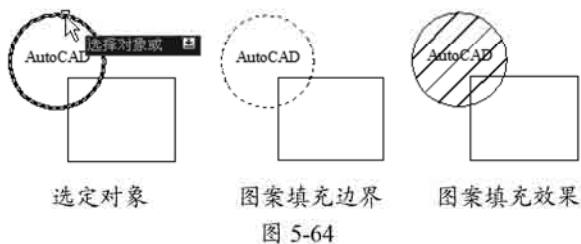
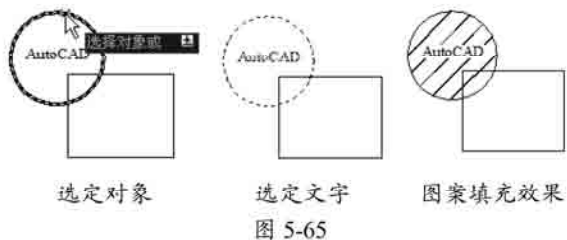

图 5-64
图 5-65
- » 【添加：选择对象】：根据构成封闭区域的选定对象确定边界。单击该按钮后对话框将暂时关闭，系统会提示用户选择对象。如图 5-64 所示为使用【添加：选择对象】选项进行的图案填充。如图 5-65 所示为选定边界内的对象后图案填充效果。